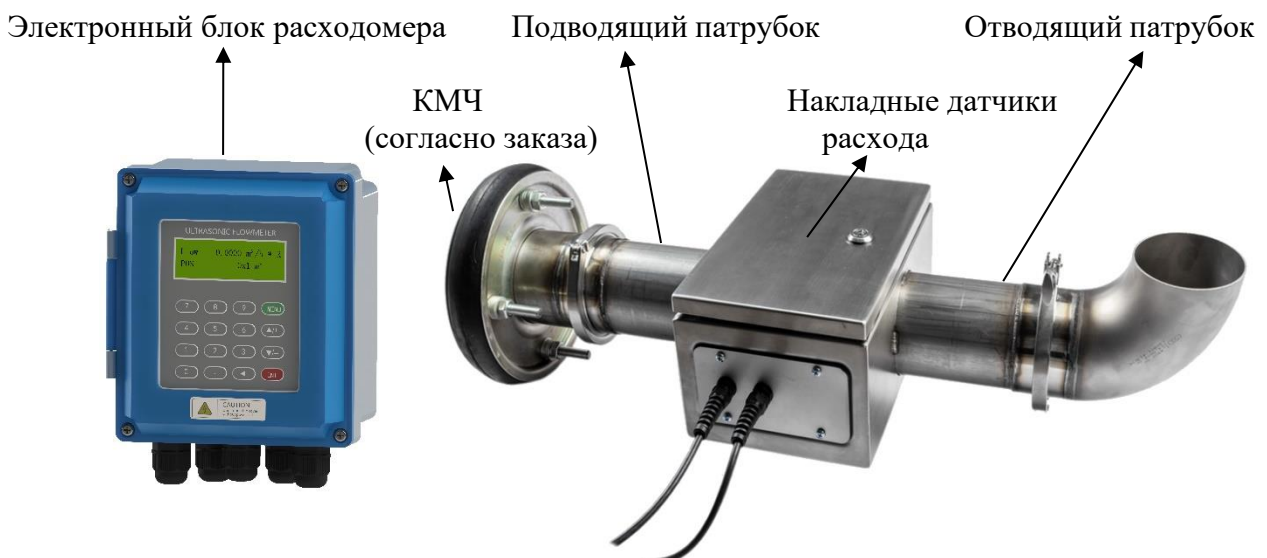

Рис. 2. Общий вид измерительного комплекса сточных вод SLK-100 на базе расходомера Streamlux SLS-720F с заглушкой редуцирующей для безнапорного трубопровода.
1.1.5. Общий вид исполнения расходомера для безнапорного трубопровода показан на рис.2.